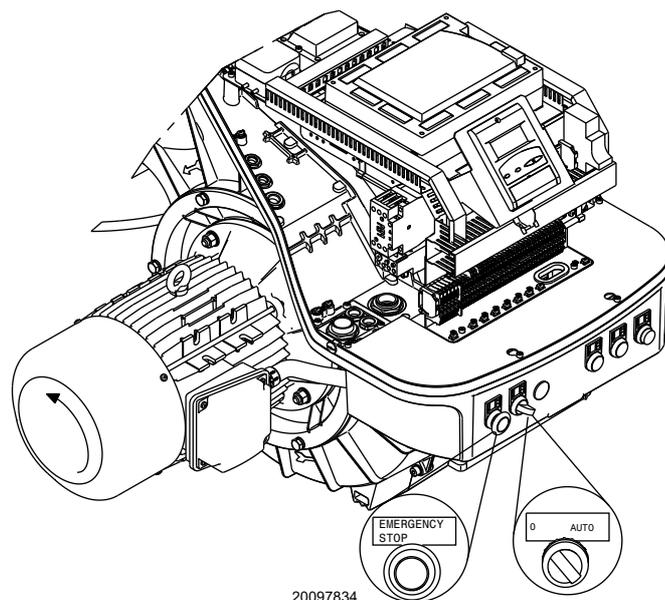

Fig. 24
Mettre l'interrupteur en position « **AUTO** » (Fig. 24).
Quand le brûleur démarre, vérifier la direction de la rotation du moteur, comme indiqué sur la (Fig. 24).
- mettre l'interrupteur de la Fig. 24 sur « **0** » et attendre que la boîte de contrôle réalise la phase d'extinction ;
- en agissant sur l'interrupteur **0-AUTO** de la Fig. 24 à la page 27.